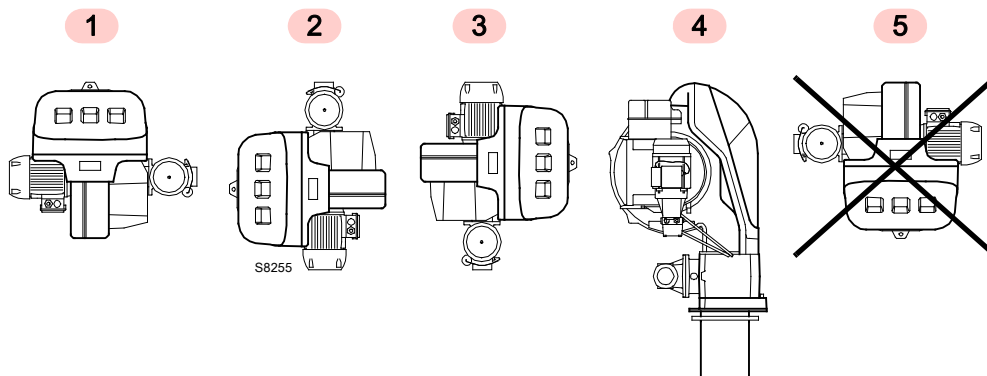

图 12
- 燃烧器设计为仅能安装在位置 1, 2, 3 和 4 (图 12)。